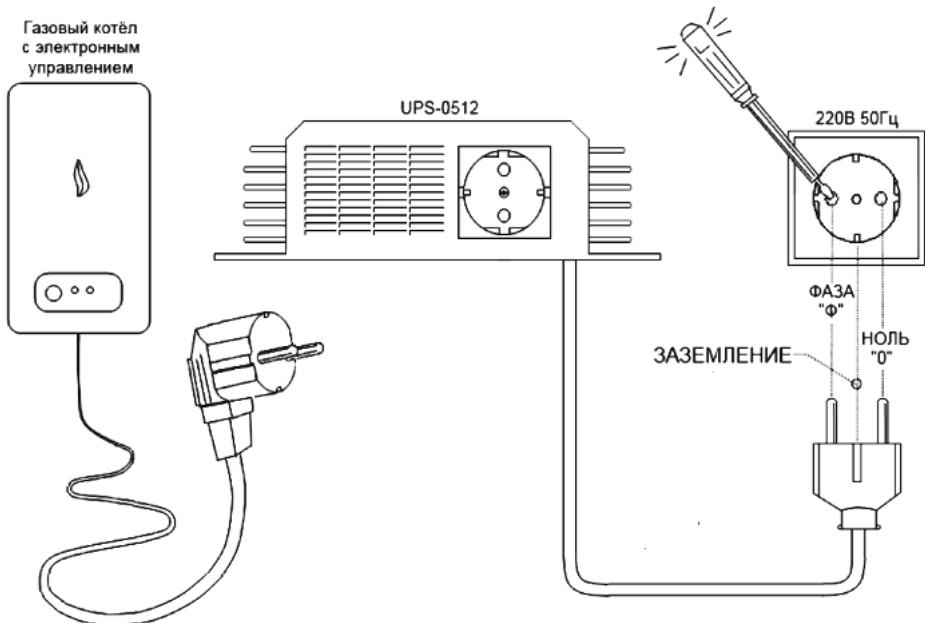

Рис.1 Подключение ИБП UPS-0512 с соблюдением фазировки
10.8. Вставьте вилку ИБП в розетку электрической сети 220В 50Гц, соблюдая фазировку. Контакт «Ф» вилки должен соответствовать фазному контакту розетки, контакт «0» - нулевому контакту розетки. Определить, какой из контактов розетки - фазный можно при помощи отвёртки с индикатором фазы. Пример подключения показан на рис.1